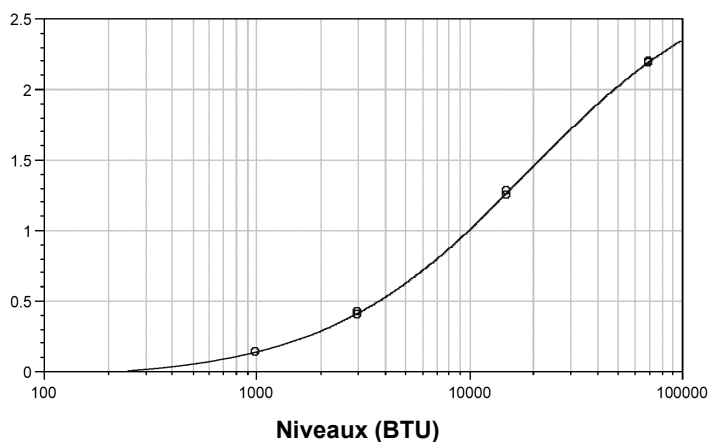

Figure 1
*Remarque : Les résultats présentés dans le tableau 6 et la figure 1 sont des exemples qui sont uniquement fournis à titre de démonstration uniquement. Une courbe d'étalonnage doit être générée pour chaque ensemble d'échantillons à tester.*